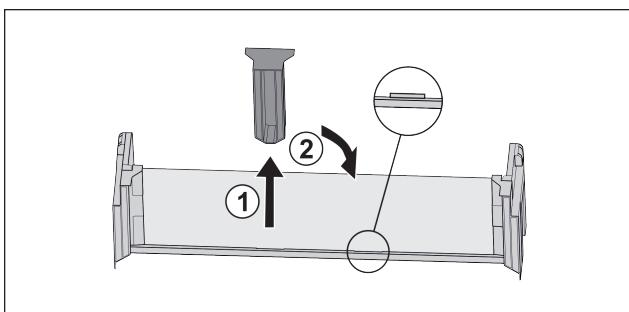

Fig. 54 \*
- Изтеглете средната задържаща част Fig. 54 (1).\*
- Вкарайте средната задържаща част на втората позиция Fig. 54 (2).\*